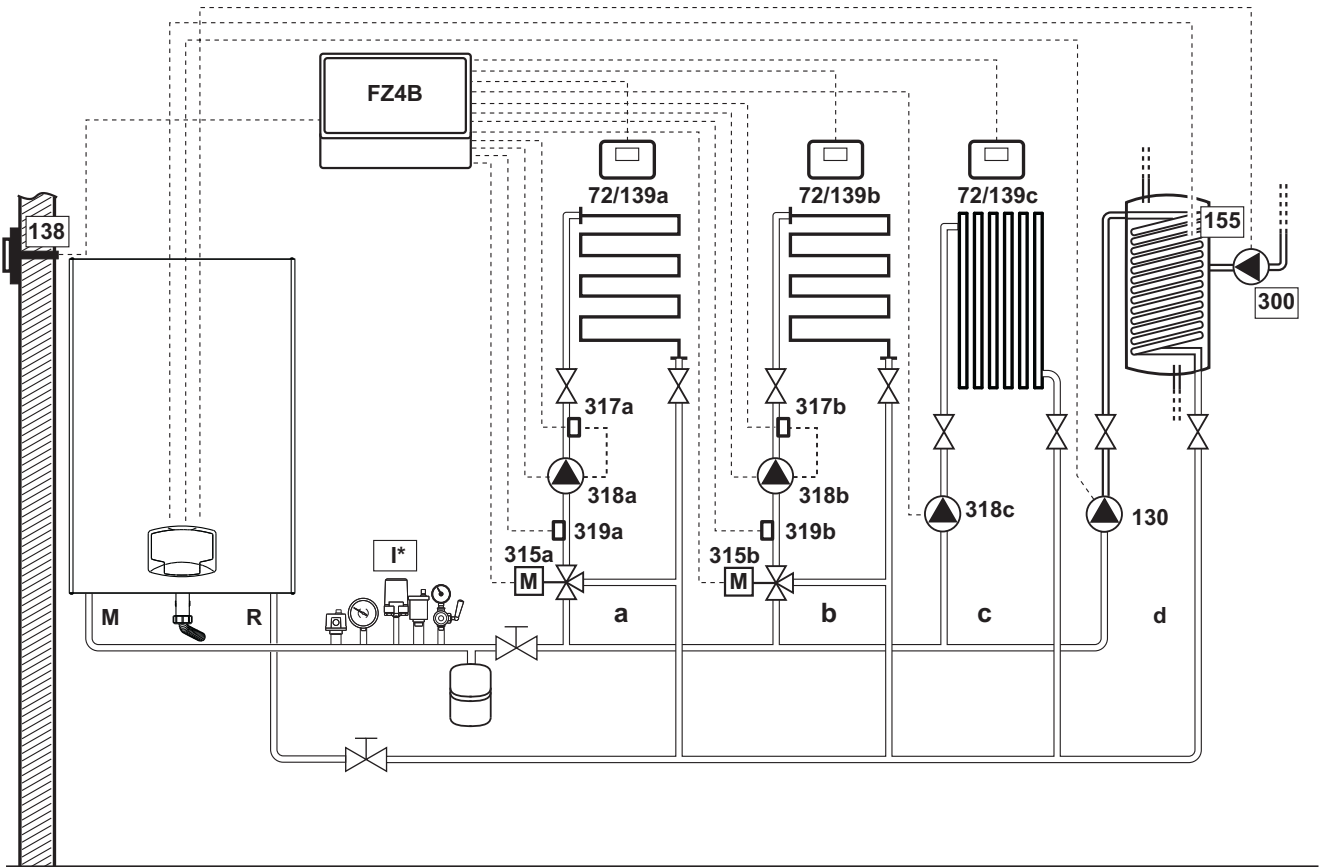
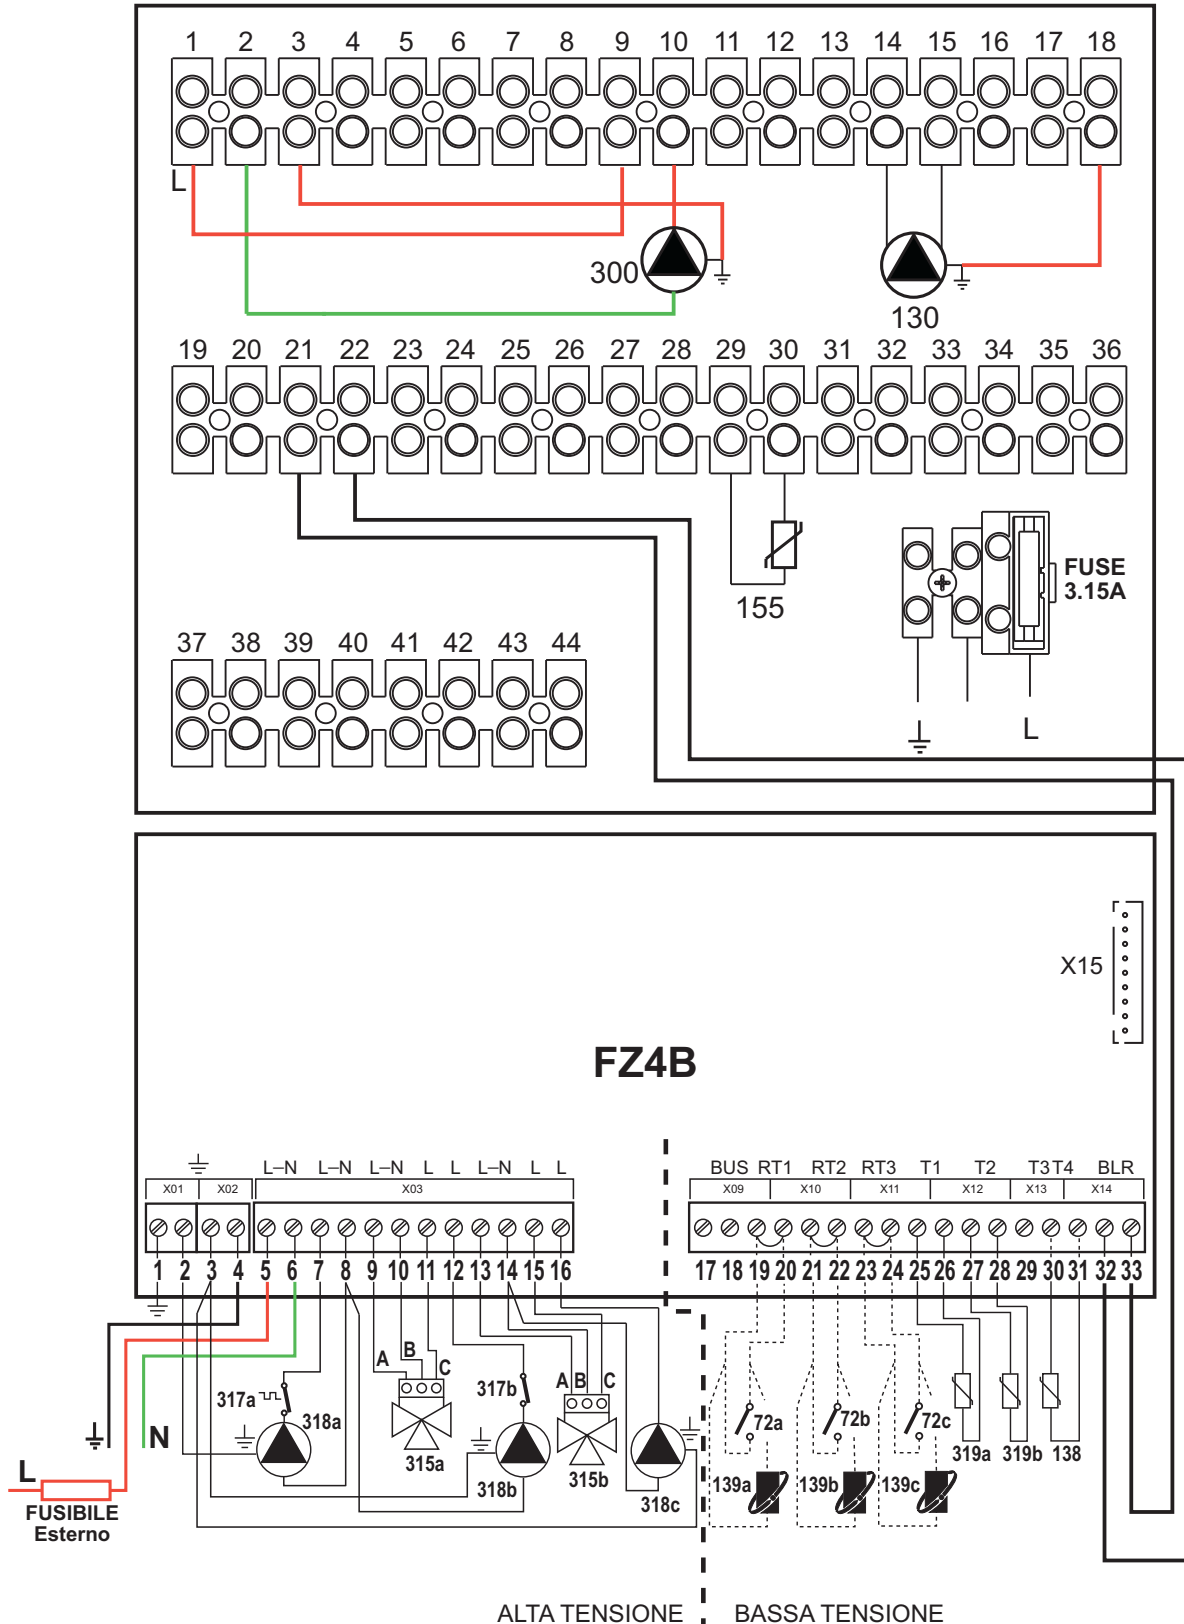

рис. 51
рис. 52
**Спецификация** (рис. 51 и рис. 52)